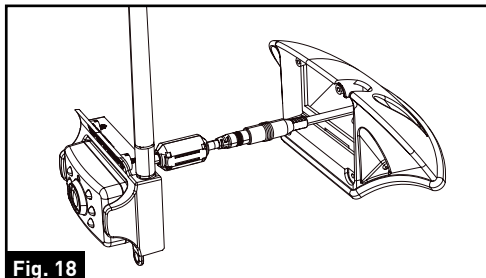

Fig. 18
10. Placez les câbles et les connecteurs dans le boîtier du support en plaçant d'abord le câble sur la droite. (Fig. 18)